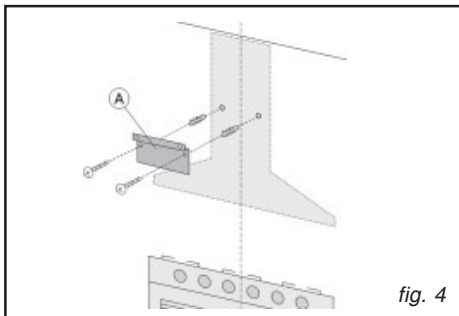

fig. 4
- Fixez le support métallique (A) au mur en utilisant les 2 trous percés - fig. 4 - (les vis pour la fixation du support sont fournies). Utiliser les deux petits triangles découpés sur le support afin de le placer exactement le long de l'axe vertical de la hotte.